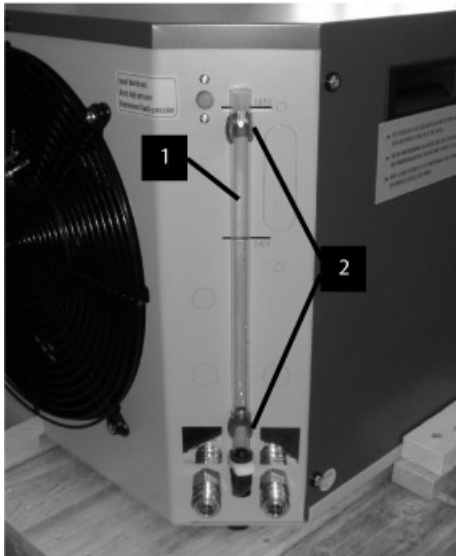
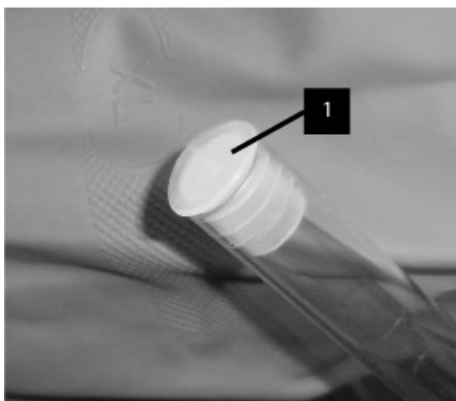

Abb. 56
Abb. 57
3. Die Anlage muss mittels Füllstandsanzeige (Abb. 56/1) entleert werden.
Dafür muss die Füllstandsanzeige vorsichtig aus den Befestigungsschellen (Abb. 56/2) entnommen werden.
4. Die Kappe (Abb. 57/1) von der Füllstandsanzeige (Abb. 56/1) muss entfernt werden.
6. Nach Entleerung der Anlage muss die Kappe (Abb. 57/1) der Füllstandsanzeige wieder aufgesetzt werden.
Die Füllstandsanzeige muss an ihrer ursprünglichen Position in die Befestigungsschellen (Abb. 56/2) vorsichtig wieder eingesetzt werden.